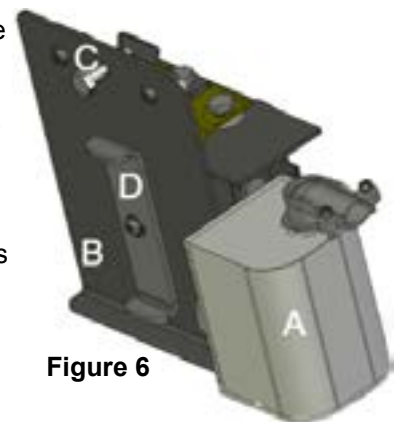

Figure 6
Quand le bois brûle bien, fermez la porte du bas. La commande de tirage automatique régule maintenant l'intensité de la combustion. La commande de chauffage minimum (voir fig. 6) sur la porte à clapet doit être réglée pour éviter que le feu s'éteigne ou devienne trop intense. Votre expérience vous permettra de choisir le meilleur réglage. Les deux commandes de réglage manuel du tirage sur la porte de chargement doivent normalement être fermées pendant la combustion du bois.
**Réglages de la commande du tirage** - L'admission d'air minimum exigera peut-être un réglage plus bas pour le charbon que pour le bois. Encore une fois, votre expérience vous permettra de déterminer le meilleur réglage. Le boulon de réglage de l'admission d'air maximum peut être réglé sur la position maximum pour une récupération rapide. Si on souhaite une durée de combustion plus longue que la normale, l'admission d'air maximum peut être diminuée. Ne réglez jamais le boulon d'admission d'air maximum quand la porte à clapet est ouverte. Voir figure 6 à la page 11.